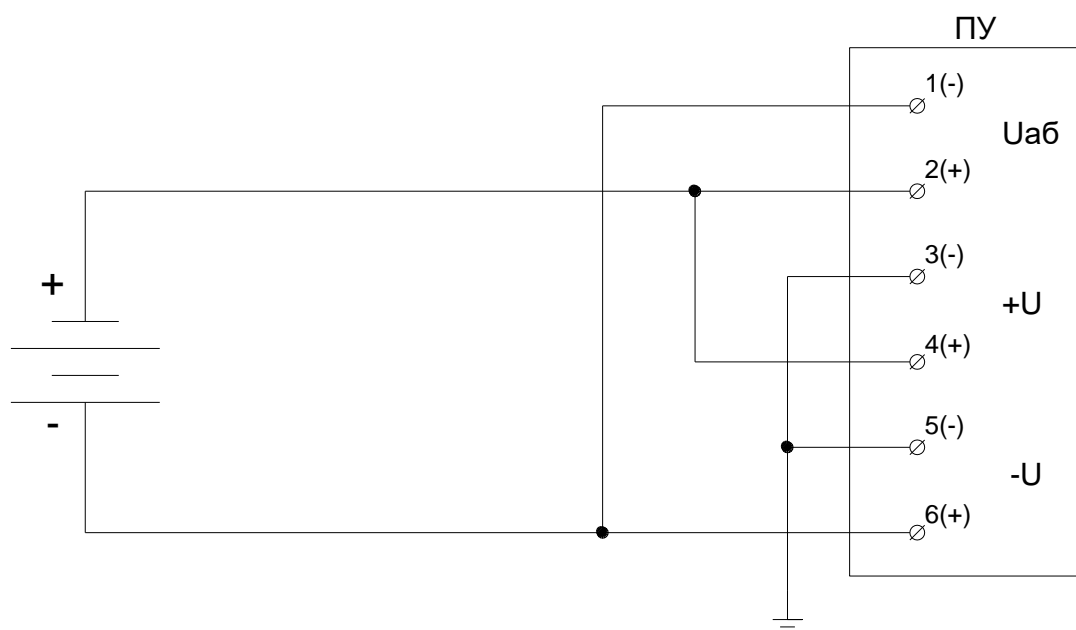

Рисунок 19 Схема подключения цепей напряжения постоянного тока
5.4.4.10 Входы аналоговых сигналов для измерения напряжения постоянного тока подключить в соответствии со схемой рисунок 19 или 20